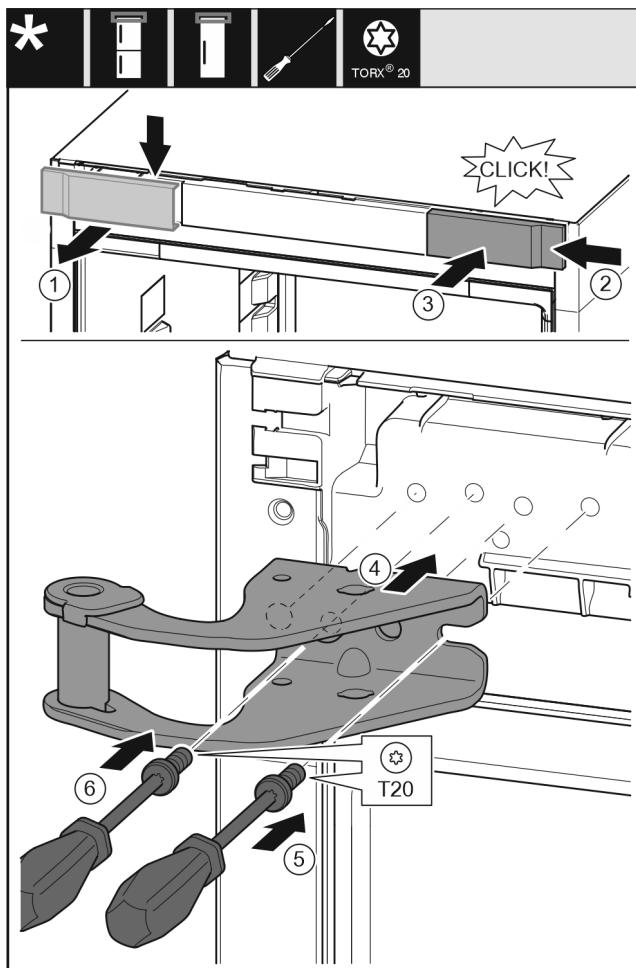

Fig. 14
- ▶ Свалете капака от горе напред. Fig. 14 (1)
- ▶ Закачете капака, завъртън на 180°, от другата страна отляво. Fig. 14 (2)
- ▶ Фиксирайте капака. Fig. 14 (3)
- ▶ Поставете горната лагерна стойка. Fig. 14 (4)
- ▶ С отвертка T20 поставете винта и го затегнете. Fig. 14 (5)
- ▶ С отвертка T20 вкарайте винта и го затегнете. Fig. 14 (6)